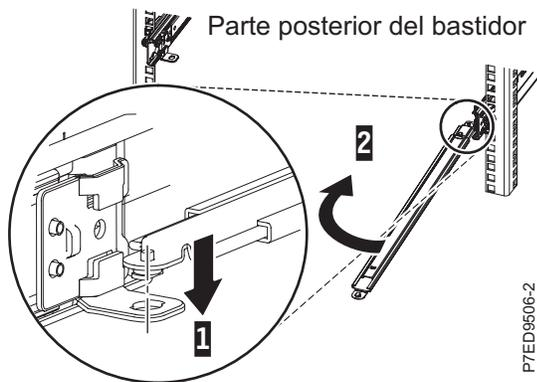

Figura 12. Conexión del brazo de soporte
1. El brazo portacables se debe instalar en el lado derecho del servidor, mirándolo desde la parte posterior. La figura siguiente lo muestra instalado en el lado derecho. Conecte un extremo del brazo de soporte (A) en el riel deslizante derecho (1) de modo que pueda girar el otro extremo del brazo de soporte (2) hacia el lado izquierdo del bastidor, tal como se muestra en la Figura 12 en la página 11.